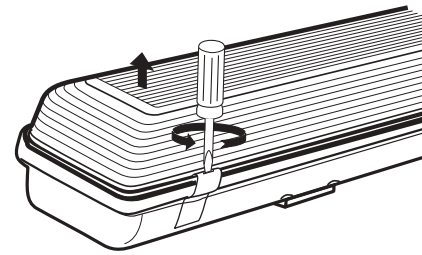

Figure 2
1. **To open latches**, insert a flat blade screwdriver into small rectangle slot on each latch and twist screwdriver to disengage latch. **See Fig. 2**
1. **Pour ouvrir les fermetures**, insérer un tournevis à lame plate dans l'encoche rectangulaire du fermoir et tourner afin de déclencher le fermoir. **Voir la figure 2.**
- 1. Para abrir los picaportes**, meta un destornillador plano en la ranura pequeña rectangular en cada picaporte y tuerce el destornillador para soltar el picaporte.- **Vea Fig. 2.**